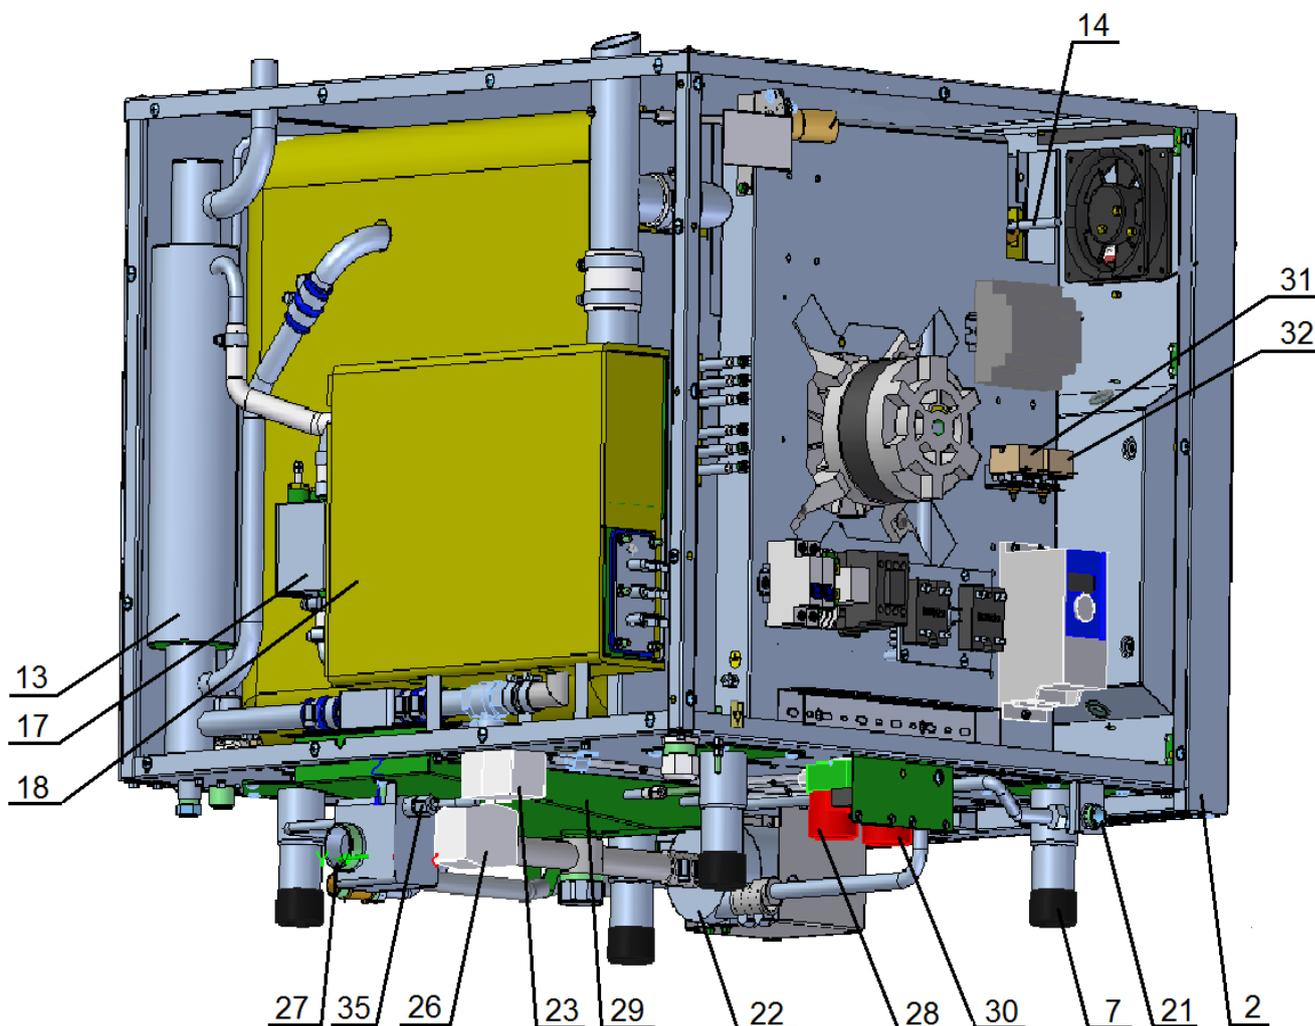

Рис. 2.1
Для предотвращения аварийной ситуации при отказе системы контроля уровня воды имеется термовыключатель (рис. 2.1 поз. 31), рабочий элемент датчика устанавливается в специальное посадочное место на ТЭНе парогенератора. Термовыключа-
Излишки пара, пройдя через духовку, поступают в водосборный коллектор (рис.2 поз. 13), конденсируются и стекают в бак (рис. 2 поз. 29). Конденсат дополнительно охлаждается и стекает в канализацию. Температуру конденсата отслеживает датчик измерения температуры (термопара) «Коллектор» (рис. 2.1 поз. 35).
- электропривод крана парогенератора (рис. 2.1 поз. 23);
- электропривод крана бака (рис. 2.1 поз. 26);
- насос моющего (рис. 2.1 поз. 30) и ополаскивающего средств (рис. 2 поз. 28);
- насос мойки (рис. 2.1 поз. 22);